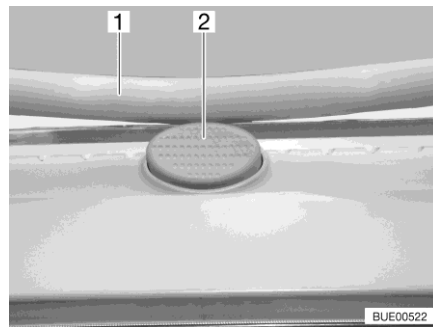

Fig. 31 Bottone di sicurezza (oblò Heki)
- Premere il bottone di sicurezza (Fig. 31,2) e tirare verso il basso la staffa (Fig. 31,1) con entrambe le mani.
- Premere la staffa verso l'alto con ambedue le mani, finché la staffa non poggia al di sopra del bottone di sicurezza (Fig. 31,2).